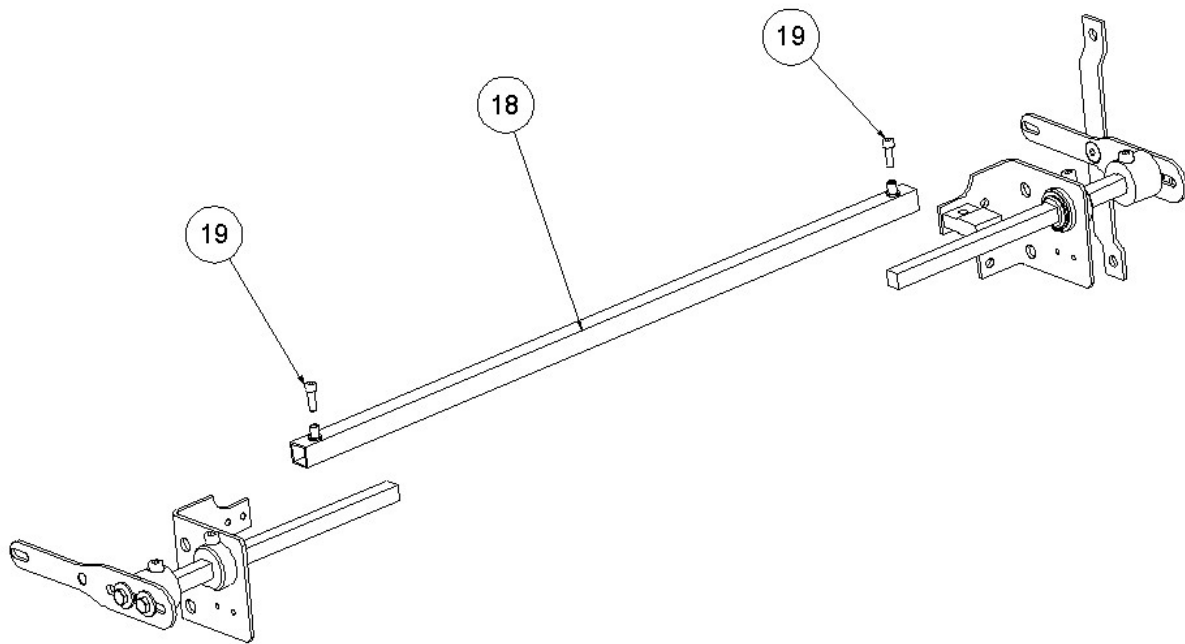

Figure. 5
6. INSTALLATION DE L'AXE DE LA BARRE DE COMMANDE: Introduisez les bras, déjà montés sur l'axe de la barre de commande (18) et réglez en même temps la largeur de l'ensemble et en introduisant plus ou moins les bras à l'intérieur du tube et serrez les vis M6 x 16 DIN 912 8.8 (19) - Fig 5-